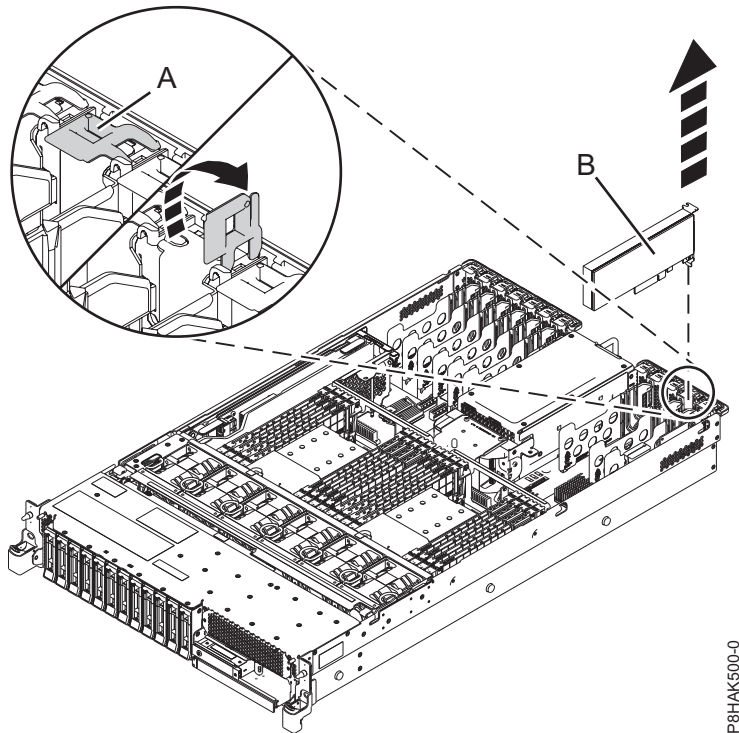
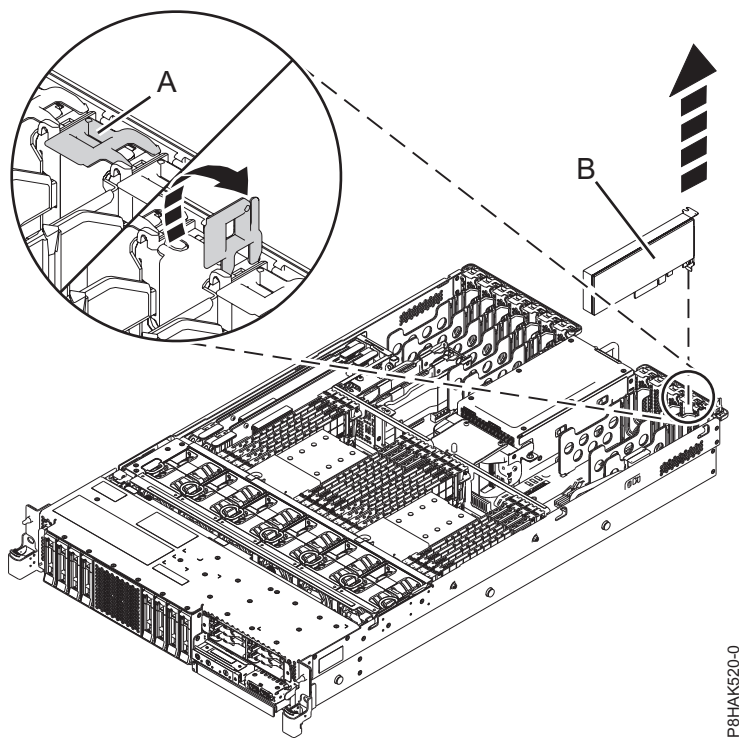

Abbildung 25. PCI-Adapter aus einem Einschubsystem ausbauen
Abbildung 26. PCI-Adapter aus einem Einschubsystem vom Typ Erweiterte Funktion ausbauen
6. Um die Adaptersicherung (A) am Zielsteckplatz in die geöffnete Position zu bringen, drehen Sie die Verriegelung (A) an der Systemrückseite in die abgebildete Richtung in Abb. 25 und Abb. 26 auf Seite 48.
7. Fassen Sie den Adapter (B) vorsichtig an der oberen Kante oder am oberen Haltesteg und entfernen Sie ihn aus dem Steckplatz - siehe Darstellung in Abb. 25 und Abb. 26 auf Seite 48.